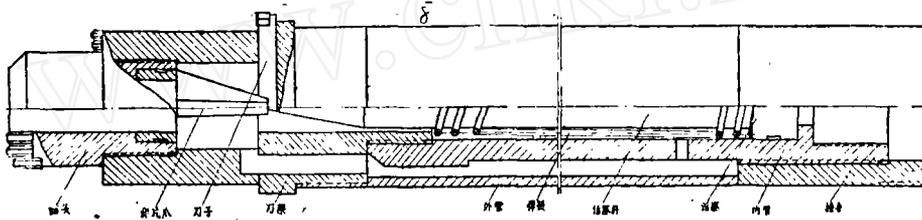

图3 水压超径钻头
水压超径钻头的构造如图3所示。接手上部接取粉管，下部内接内管，外接外管。内管②上有三个通水孔，内部有活塞和活塞杆，活塞杆④下部呈锥形，其外部有弹簧。刀架体上装有三把刀子，以弹片爪卡